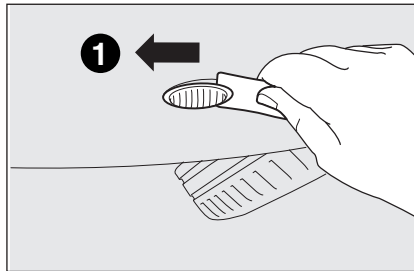

fig. 16a
- faire levier sur le transparent en commençant de la partie avant vers la partie arrière (**1-fig. 16a**) ;